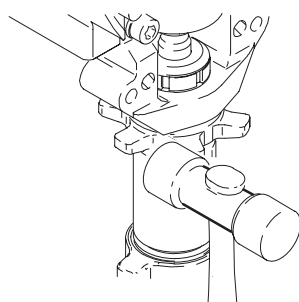

Fig. 14
4. Fig. 14. Desserrer l'écrou en tapant avec un marteau de plastique. Dévisser la pompe.